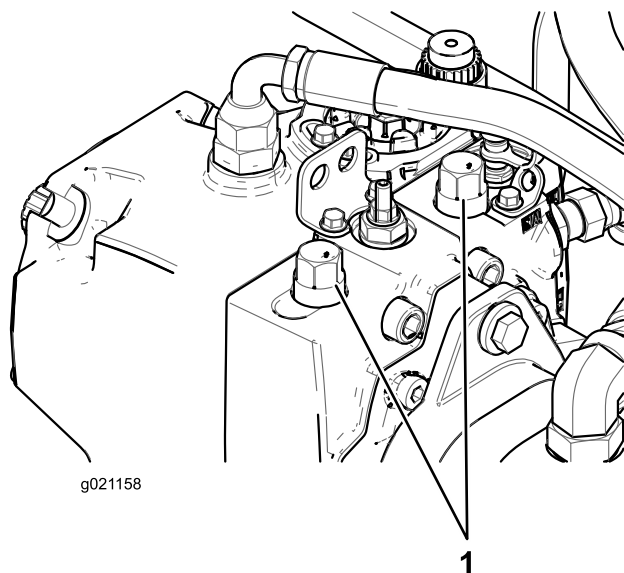

Figure 36
1. Soulevez le capot et localisez les vannes sur la pompe (Figure 36).